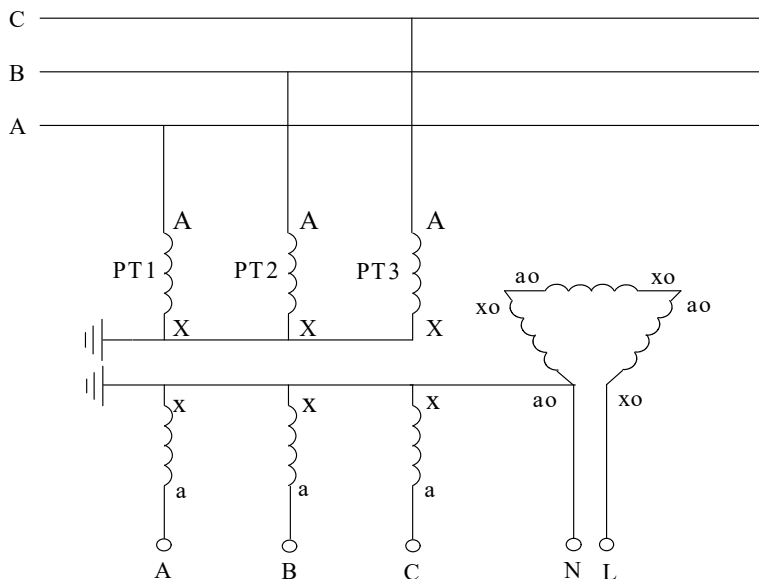
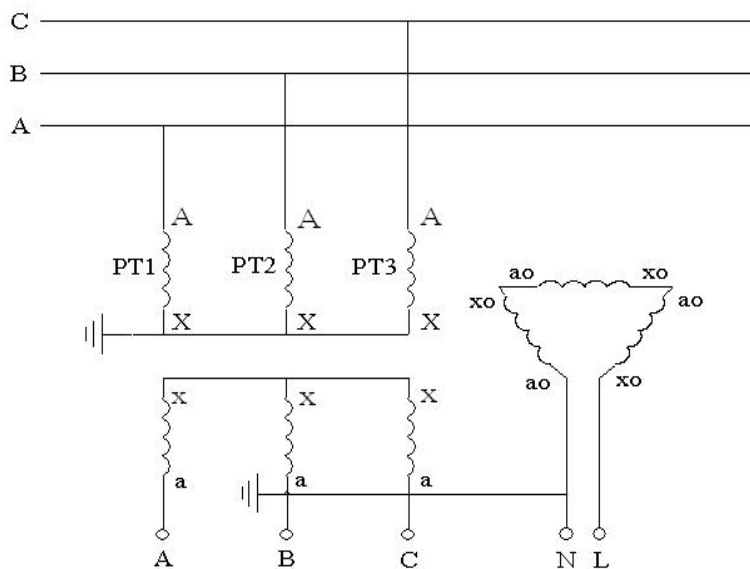

图 5 3PT 连接方式，N 接地
图 6 3PT 连接方式，B 相接地
这种连接方式分“N 接地”、“B 相接地”两种，分别如图 5 和图 6 所示。
图 5、图 6 所示的系统运行方式是从 PT 开口三角测量系统电容电流时所必须的运行方式。而对于一般的系统，并不都是处于这样的运行方式下，例如在系统中还接有消弧线圈、PT 高压侧中性点接有高阻消谐器、PT 开口三角接有二次消谐装置等。这时，为了使用测试仪进行容性电流的测量，必须将运行方式转换为图 5 或图 6 所示的运行方式。
- (1) 检查测量用的 PT 高压侧中性点是否安装有高阻消谐器，如有，将其短接。从测量原理可知，选用哪组 PT 进行测量，我们就只考虑这组 PT 的接线情况。而无需关心系统内的其他 PT 的情况。如果系统中有些 PT 安装高阻消谐器，有些没安装，则完全可以从没有安装高阻消谐器的 PT 进行测量，这样可以省去短接消谐器的工作。
- (2) 检查消弧线圈是否全部退出运行。在有电气联系的被测电压等级系统中所有消弧线圈均要退出运行，并非只退出该变电站的消弧线圈。同时只考虑被测电压等级的情况，无需考虑其他电压等级的情况。例如，被测变电站 A 为 10kV 系统，并通过联络线与变电站 B 的 10kV 系统相连，变电站 A 有 2 台消弧线圈，变电站 B 有 1 台消弧线圈，则测量时有电气联系的这 3 台消弧线圈均要退出运行；而 35kV 系统有无消弧线圈则无需考虑。
- (3) 退出 PT 开口三角的消谐装置。如果经过实测证明，开口三角所接的某些厂家某些型号的二次消谐装置对测量结果没有影响，则消谐装置可以不退出运行。一般对于微电脑控制的消谐器，其只有在系统有谐振发生时才动作，该类消谐器一般对测量无影响。
- (4) 如果 PT 二次侧并列运行（很少见），则将其改为单独运行。
- (5) 确保将测试仪的电流输出端正确接到图 6 的开口三角 N-L 上。一般在二次的端子编号为 N600 和 L630。为了确保连接正确，可按下列方法进行检查：用万用表分别测量 PT 二次侧三相电压和开口三角电压；将三相电压中的最大值减去最小值得到的差和开口三角电压比较，如果两者差不多，就说明找到的开口三角端是正确的；如果两者差别很大，则说明没有正确找到开口三角端。例如，测量得到三相电压分别为 61V、60V、59.5V，则正确的开口三角电压应为 1.5V 左右，如果测量得到的开口三角电压仅为 0.2V，说明所找的开口三角端不正确或 PT 开口三角连线已经断开（在现场实测中发现有多个变电站的 PT 开口三角连线断开情况）。
- (6) 选择正确的 PT 变比，也就是选择正确的 PT 接线方式。电容电流测试仪是通过选择 PT 连接方式和设定系统额定高压来确定 PT 变比的，这样对于试验人员会更方便、快捷。PT 一般是采用 100/3V 的二次绕组连接成